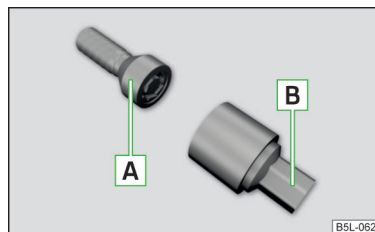

Fig. 182
I bulloni antifurto proteggono le ruote da un possibile furto. Questi possono essere allentati o serrati con l'ausilio dell'adattatore **B** » fig. 182.
- Inserire l'adattatore **B** » fig. 182 con il lato dentato fino all'arresto nella dentatura interna nella testa del bullone antifurto **A**.